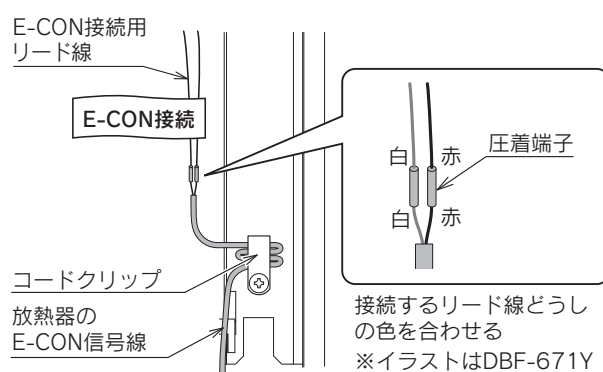

図4
6. 放熱器のE-CON 信号線と4. で皮むきしたE-CON 接続用リード線を圧着端子(付属品)に差し込んでカシメ工具でかしめます。接続するリード線どうしの色は同色となるようにしてください。(図4)
7. 放熱器のE-CON 信号線を機器右下のコードクリップで固定します。折り曲げ、束ねて固定してください。(図4)